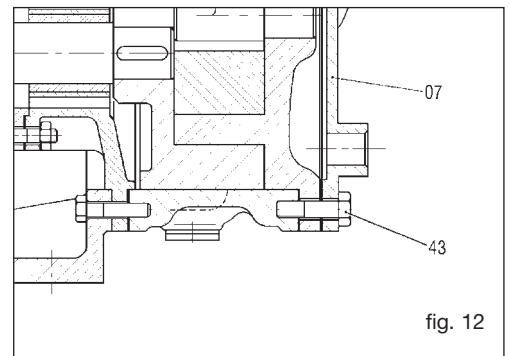

fig. 12
- ❑ Si la pompe est équipée d'une chambre de réchauffement sur le couvercle (07) celle-ci se séparera du couvercle en enlevant les boulons (43) (fig. 12). Veiller à ne pas abîmer le joint et le remplacer si nécessaire.